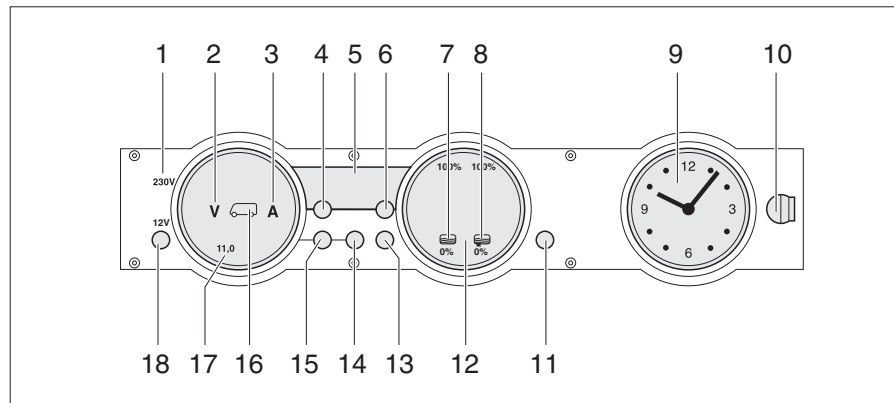

Bild 198 Panel MP 20-T
Die 230-V-Kontroll-Leuchte (Bild 198,1) leuchtet, wenn am Eingang des Elektroblocks Netzspannung vorhanden ist.
Der 12-V-Hauptschalter (Bild 198,18) schaltet das Panel und die 12-V-Versorgung des Wohnraums ein und aus.
- Taste "12 V" (Bild 198,18) kurz drücken. Die 12-V-Versorgung des Wohnraums ist eingeschaltet. Die Kontroll-Anzeige "12 V" leuchtet.
- ▷ Wenn nach dem Einschalten die LED "11,0" der Voltanzeige sowie das Symbol Volt "V" (Bild 198,2) im Anzeigeelement Batterien (Bild 198,17) blinken, dann ist die Spannung der Wohnraumbatterie zu gering. Batterie laden.
- ▷ Wenn nach dem Einschalten die Kontroll-Anzeige "12 V", das Symbol Wohnraumbatterie (Bild 198,16) und das Symbol Volt "V" (Bild 198,2) dreimal blinken, dann ist die Batterietrennung aktiviert. Batterietrennung deaktivieren.
- Taste "12 V" (Bild 198,18) kurz drücken. Die 12-V-Versorgung des Wohnraums ist ausgeschaltet. Die Kontroll-Anzeige "12 V" erlischt.
- Taste Wohnraumbatterie (Bild 198,14) drücken und ca. 10 Sekunden lang gedrückt halten. Die Symbole Volt "V" (Bild 198,2) und Ampere "A" (Bild 198,3) blinken dreimal. Die Wohnraumbatterie ist vom 12-V-Bordnetz getrennt.
- Taste "12 V" (Bild 198,18) drücken und ca. 5 Sekunden lang gedrückt halten. Das Symbol Volt "V" (Bild 198,2) blinkt dreimal. Die Wohnraumbatterie ist mit dem 12-V-Bordnetz verbunden. Die Kontroll-Anzeige leuchtet nach ca. 2 Sekunden.
- Taste Wohnraumbatterie  (Bild 198,14) drücken. Das Symbol Volt "V" (Bild 198,2) leuchtet. Das Symbol Ampere "A" leuchtet je nach Ladung oder Entladung weiß bzw. rot. Die Batteriespannung und der Strom der Wohnraumbatterie werden über die LEDs im Anzeigeelement angezeigt.
- Taste Starterbatterie  (Bild 198,15) drücken. Das Symbol Volt "V" (Bild 198,2) leuchtet. Die Batteriespannung der Starterbatterie wird über die LEDs im Anzeigeelement angezeigt.
- Taste Tanks  (Bild 198,13) drücken. Die Symbole Wassertank  (Bild 198,7) und Abwassertank  (Bild 198,8) leuchten. Die Füllstände des Wassertanks (linke Skala) und des Abwassertanks (rechte Skala) werden über die LEDs im Anzeigeeinstrument angezeigt.
Das Symbol Volt "V" (Bild 198,2) und die LED "11,0" blinken, sobald die Spannung der Batterie 11 V (Messung bei laufendem Betrieb) unterschreitet und damit Tiefentladung droht.